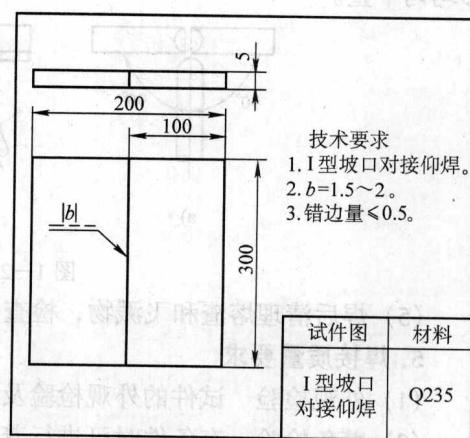

图1—1 I型坡口对接仰焊试件图
- 试件尺寸（mm） $300 \times 200 \times 5$ ，I型坡口，如图1—1所示。